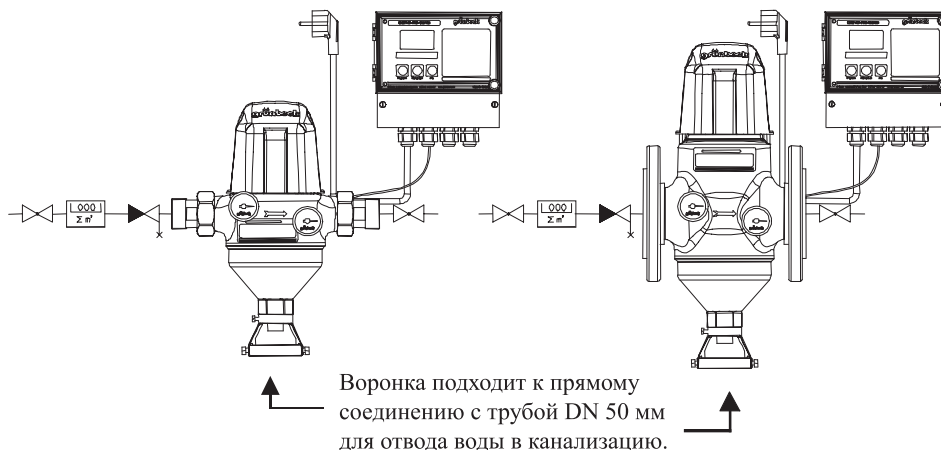

Рис. D-2: Пример монтаж фильтра GENO®-MXA
1. Произвести подсоединение к трубопроводу с водой согласно примеру монтажа (рис. D-2). При этом учитывайте рекомендации раздела D-1, а также направление потока воды.